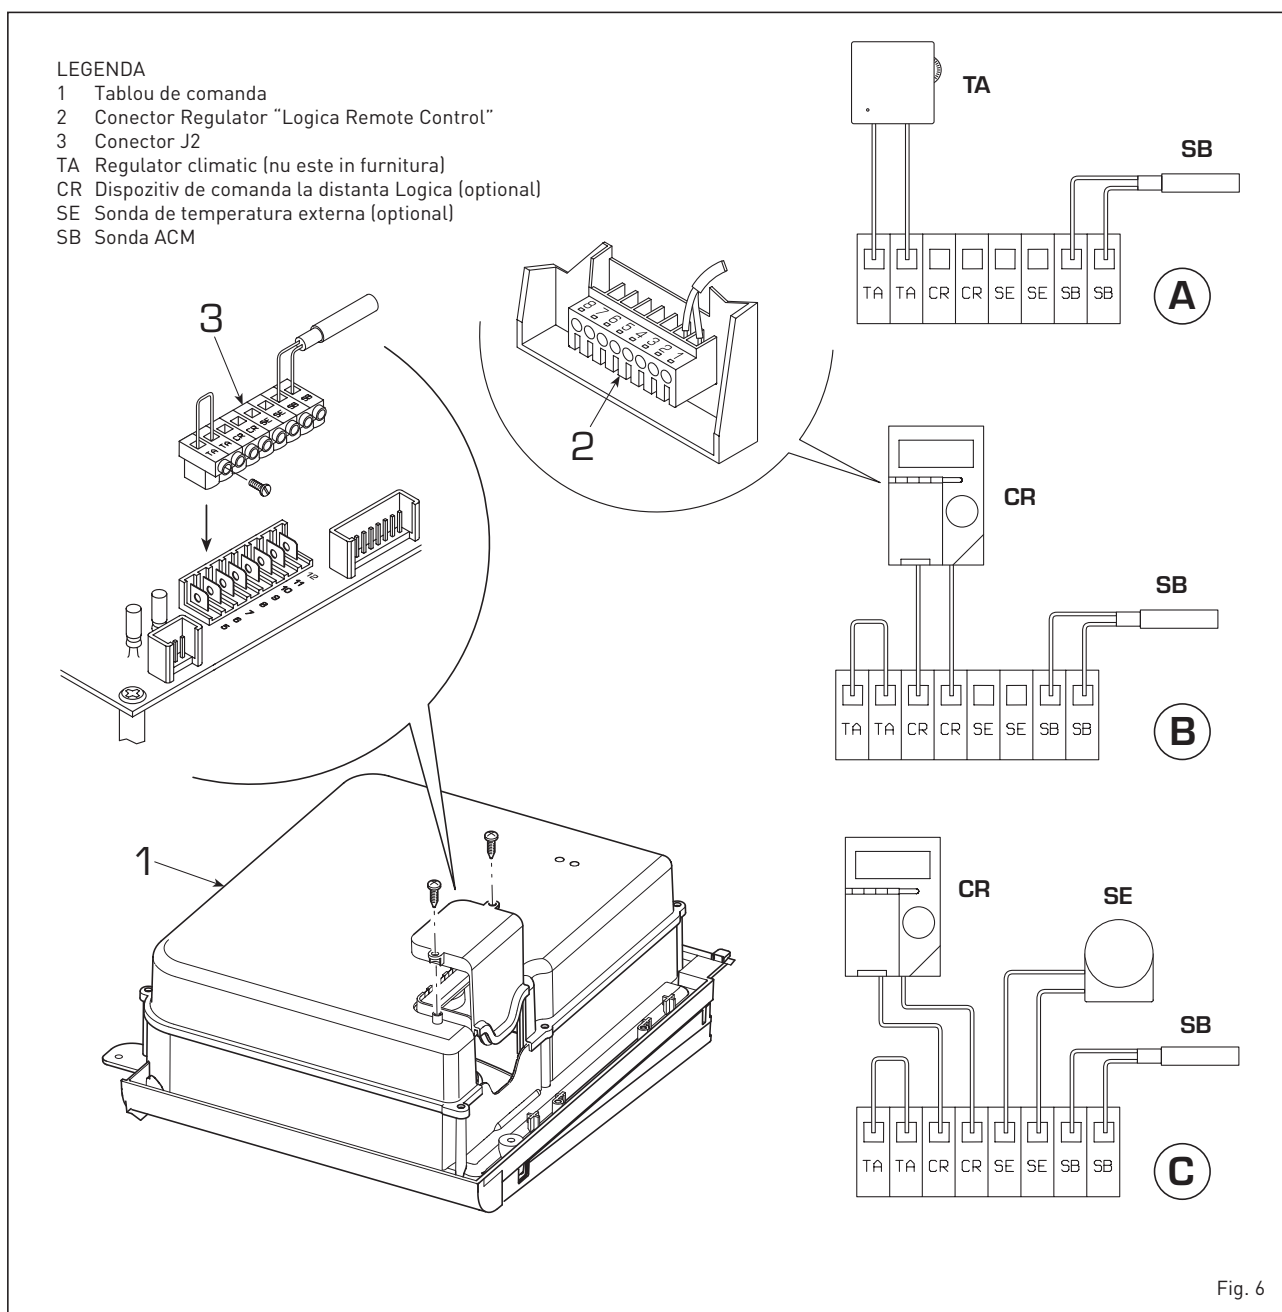

Fig. 6
Versiunile "22 OF - 32 OF" pot fi cuplate la boilere separate "BT 130 sau BT 150". Boilerele pot fi amplasate sub microcentrale ("BT 150") sau alaturat ("BT 130"). Impreuna cu boilerul se livreaza sonda pentru ACM (SB) care trebuie sa fie conectata la placa electronica de control a microcentralei dupa cum se indica in fig. 6. Pentru a facilita instalarea este disponibil un kit de racordare hidraulica optional cod. 8076104 ("BT 130") si cod 8076105 ("BT150"). Gasiti instructiuni detaliate referitoare la montajul kit-ului in ambalaj.
2.6.1 Conectarea regulatorului climatic (fig. 6 pos. A)
2.6.2 Conexiunea "Logica Remote Control" (fig. 6 pos. B)
2.6.3 Conexiunea sondei de temperatura externa (fig. 6 pos. C)
Boilerele "BT 130 - BT 150" sunt furnizate cu sonda ACM (SB) care trebuie cuplata la conectorul J2 (3 fig. 6). Atunci cand boilerul este cuplat la microcentrala "22 OF - 32 OF", introduceti sonda in teaca amplasata pe flansa de vizitare, control si curatare a boilerului.